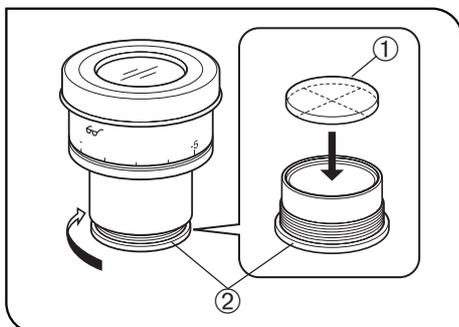

Abb. 15
4 Anbringen der Okularmikrometerplatte (Abb. 15)
Gemäß Abb. 15 die eingebaute Fassung ② durch Drehen in Pfeilrichtung vom Okular abschrauben und eine Mikrometerplatte ① so in die Fassung einsetzen, dass die Seite mit der Modellbezeichnung nach unten weist.